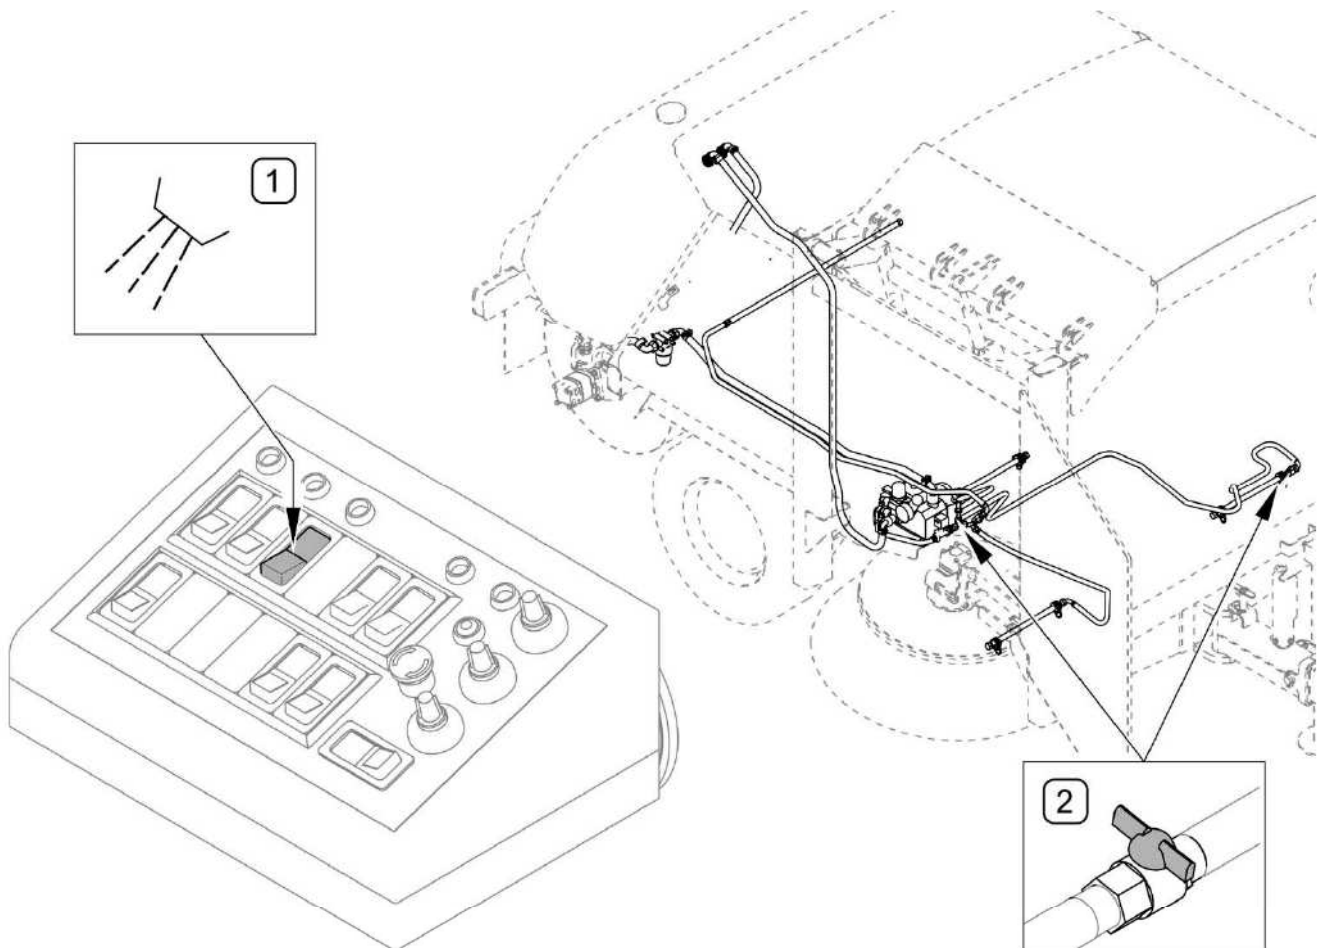

РИСУНОК 4.12 Управление системой полива
В случае сильной запыленности необходимо включить систему полива при помощи выключателя (1) на пульте управления (РИСУНОК 4.12). Систему полива можно включать после включения подметающего механизма. В системе полива имеется возможность выключения части поливателей при помощи кранов (2).